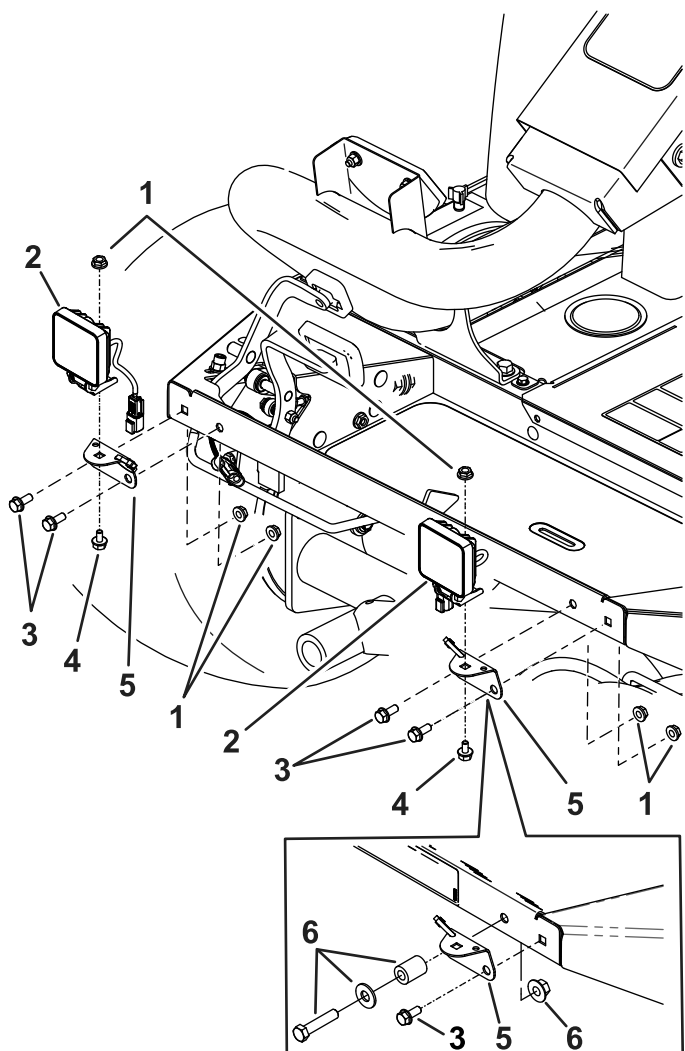

Figura 4
1. Para uma máquina Reelmaster 3100, monte os suportes das luzes na frente do apoio para o pé com os quatro parafusos flangeados (5/16 x 3/4 pol.) e quatro porcas de bloqueio (5/16 pol.); consulte a Figura 4.
2. Para uma máquina Reelmaster 3500, monte os suportes das luzes na frente do apoio para o pé com os dois parafusos flangeados (5/16 x 3/4 pol.), duas porcas de bloqueio (5/16 pol.) e as ferragens e espaçador existentes; consulte a Figura 4.
3. Instale as duas luzes nos suportes com dois parafusos (5/16 x 1/2 pol.) e 2 porcas de bloqueio (5/16 pol.); consulte a Figura 4.